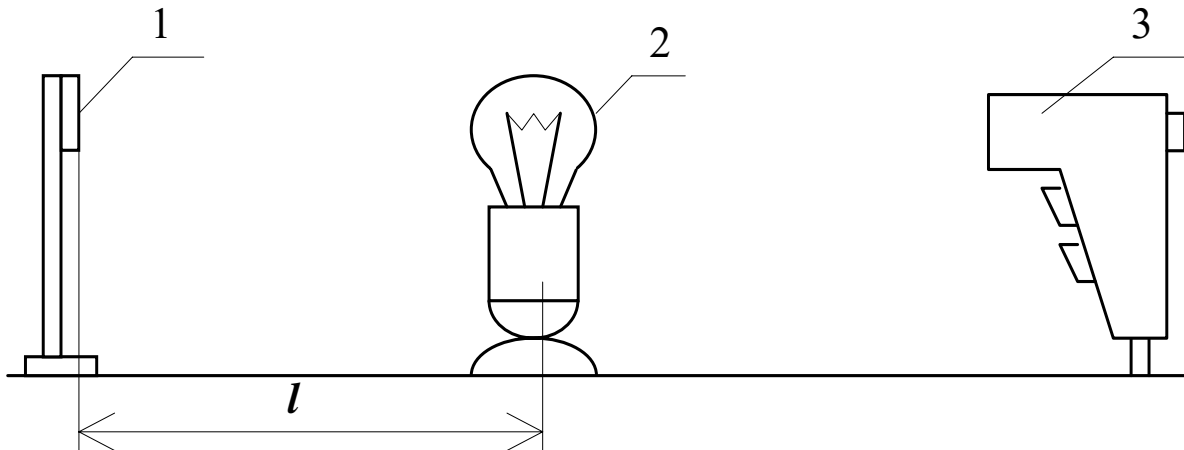

Рис. 1.1. Лабораторный стенд для исследования лампы накаливания:
2. Освоение методики измерения и установления характеристик лампы провести на лабораторном стенде (рис. 1.1), который состоит из патрона с исследуемой лампой 2, промышленного визуального пирометра «Проминь» 3 и фотоэлемента 1.